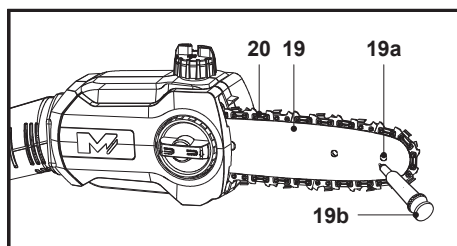

Fig. 43
2. Folosind un pistol de lubrifiere de unică folosință, introdu vârful acului în orificiul de lubrifiere (19b) (fig. 43) și injectează unsoare până când apare pe marginea exterioară a pinionului de lanț (19a).